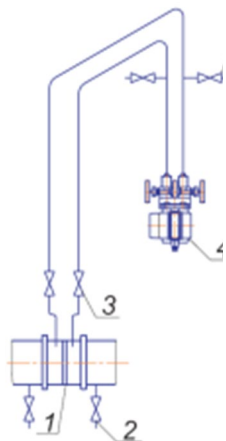

Рисунок 3.5
3.1.4.1 АИР-20/М2-Н монтируются на место эксплуатации в положении, удобном для эксплуатации и обслуживании. При этом порядок сборки преобразователей гидростатического давления приведен в п.3.1.4.10. В зависимости от параметров контролируемой среды и условий отбора давления АИР-20/М2-Н-ДД устанавливаются в соответствии с рис. 3.5 - 3.8. Следует учитывать, что ориентация преобразователя, особенно с верхним пределом измерений $\pm 0,063$ кПа – ± 10 кПа, может вызвать смещение и необходимость подстройки начального сигнала на величину, зависящую от действующих сил, чувствительности преобразователя и его наклона. При выборе места установки АИР-20/М2-Н необходимо учитывать следующее: